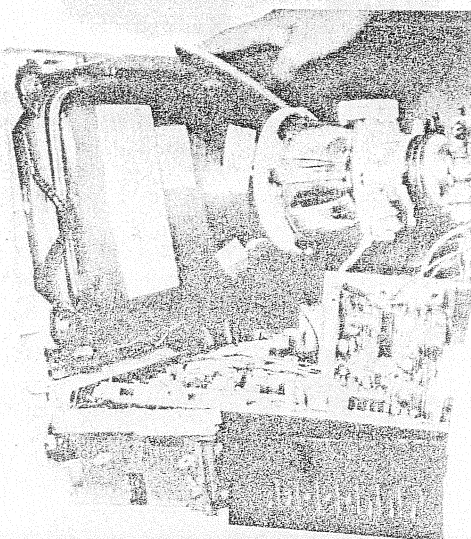

Abb. 8
- (2) Das Hauptchassis aus der Frontverkleidung herausnehmen, wie in Abbildung 8 beschrieben.